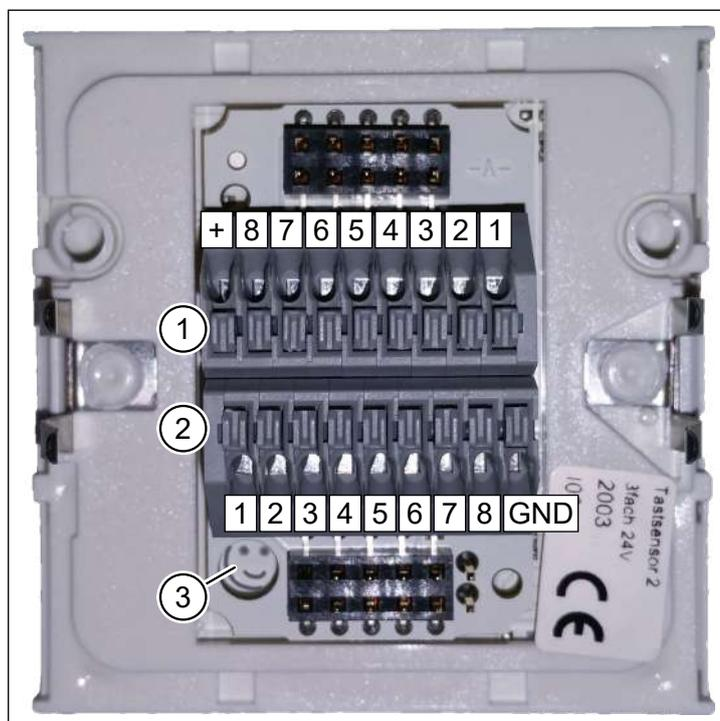
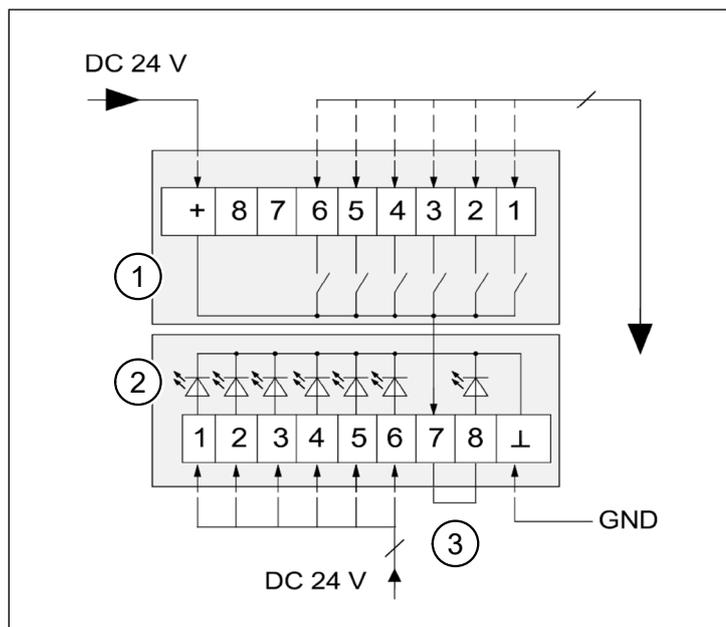

Fig. 28: Sensore a pulsante InControl con schema dei morsetti
Fig. 29: Schema dei collegamenti del sensore a pulsante InControl
Pos. nella Fig. 28	Designazione
Per orientarsi, fare attenzione alla posizione dello smiley (pos. 3 nella Fig. 28). Solo in questa posizione gli allacciamenti delle morsettiere coincidono con le definizioni degli allacciamenti nello schema dei collegamenti (Fig. 29).
Pos. nella Fig. 29	Designazione
Il sensore a pulsante InControl dispone di una retroilluminazione che si può attivare all'occorrenza. Fare un ponte (pos. 3 nella Fig. 29) tra il morsetto 7 e il morsetto 8 della morsettiera per i LED per fornire corrente 24 V DC alla retroilluminazione.